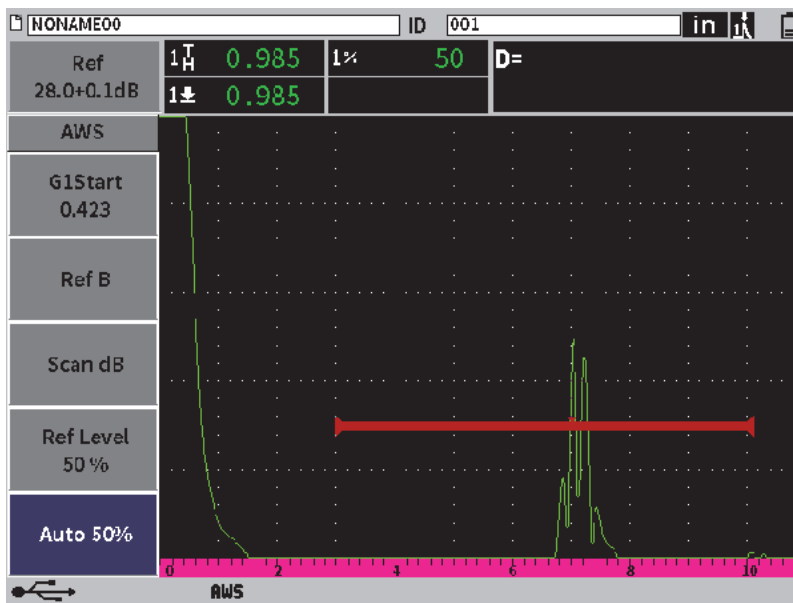

Figura 11-25 Ativar AWS com nível de referência de 50%
8. Pressione a tecla Tab para marcar **Auto XX%** (valor padrão 50%) e, em seguida, pressione a tecla Enter (veja Figura 11-25 na página 209).